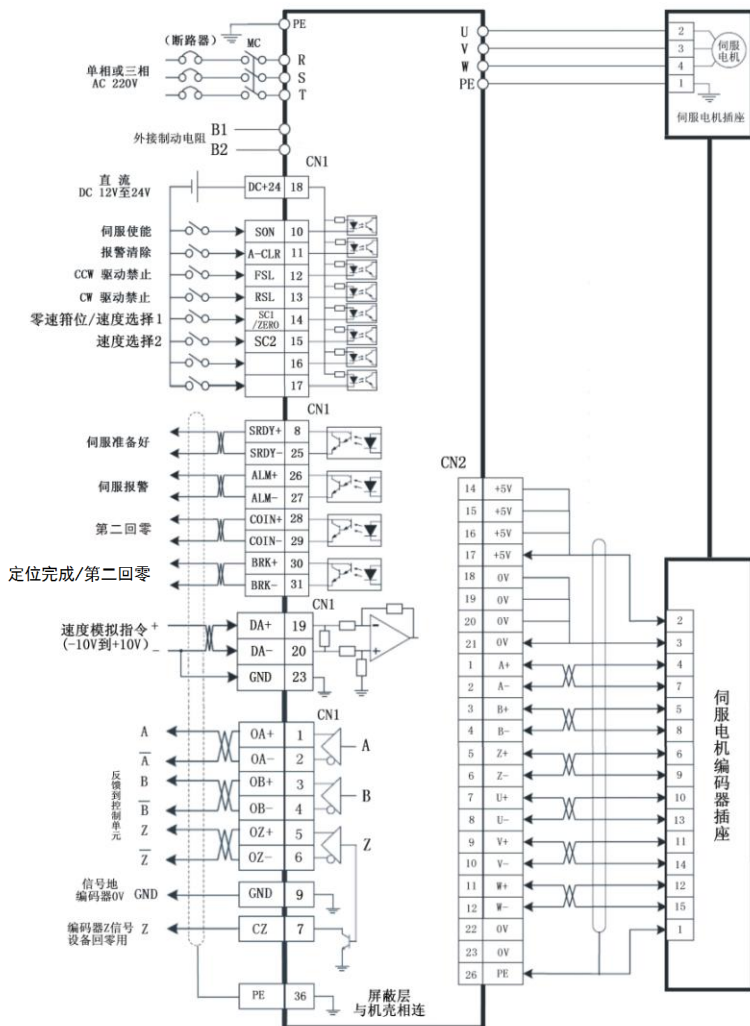

图 3.2 速度控制接线
- 如何伺服电机 110 以上均选配普通增量编码器(见图 3.2 连线)。恢复适配电机出厂值时驱动器自动识别，无需更改参数 (见 64 页)。